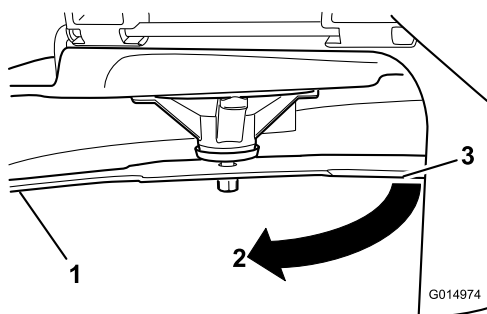

Figure 44
3. Mesurez la distance entre la lame et la surface (A)
4. Tournez la même lame de 180 degrés pour amener l'autre tranchant à la même position (Figure 44).